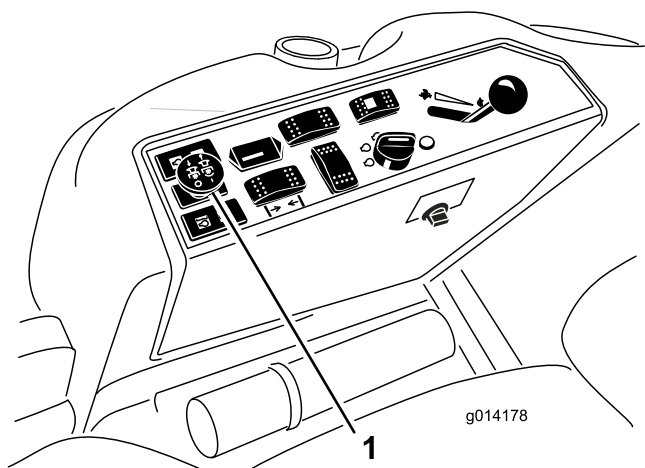

Figura 12
3. Tire del mando de la TDF para engranarla (Figura 12).